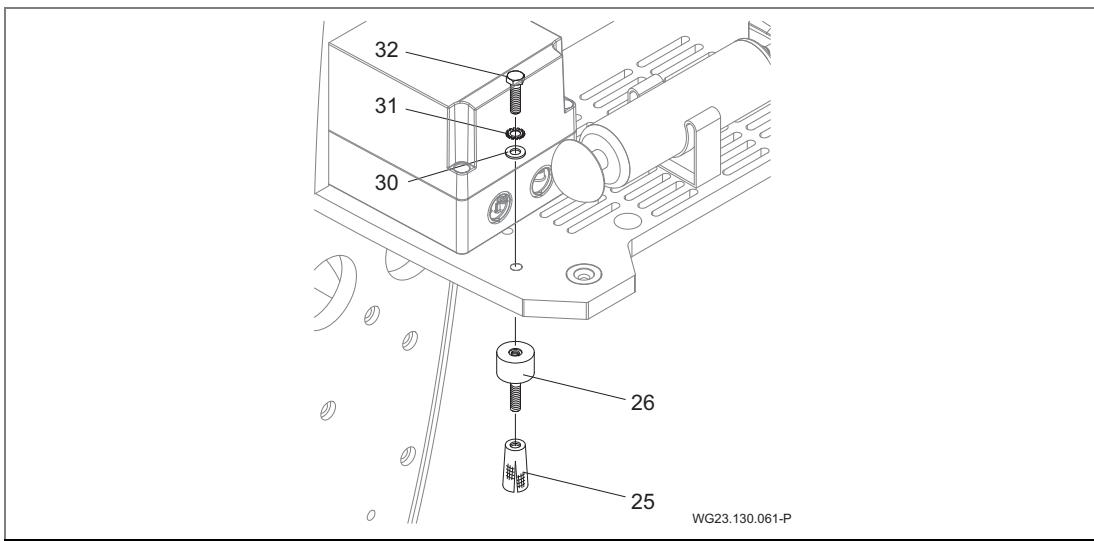
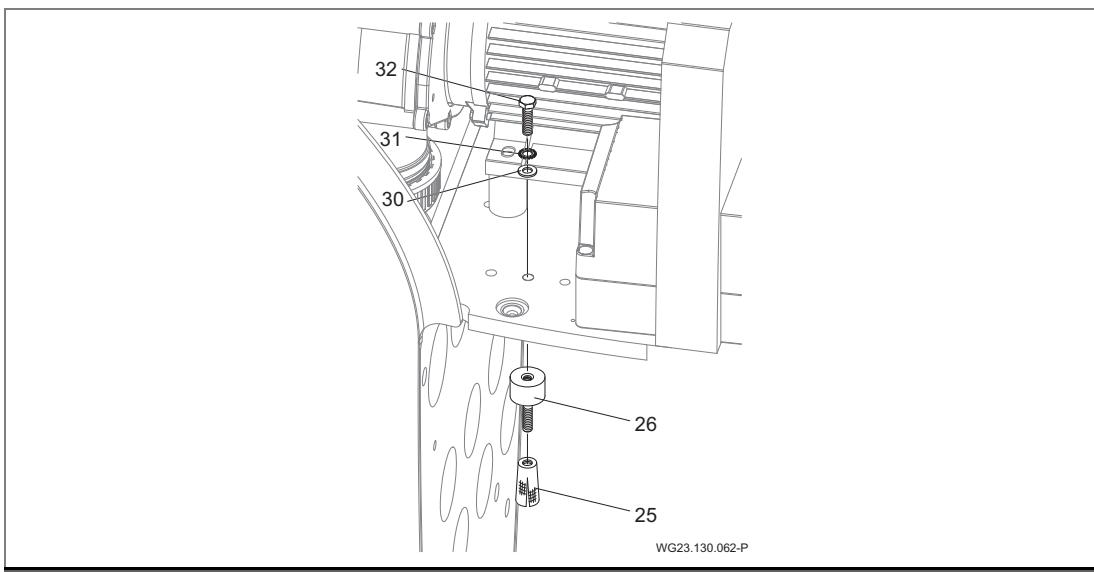

Рис. 6
Рис. 7
- Вставьте распорный дюбель (25) и навинтите резино-металлический буфер (26). См. "Рис. 6" и "Рис. 7" на стр. 22.
→ Разместите установку на резино-металлических буферах и закрепите ее с помощью винтов с шестигранной головкой (32), зубчатых шайб (31) и прокладочных шайб (30). См. "Рис. 6".
"Рис. 7" на стр. 22